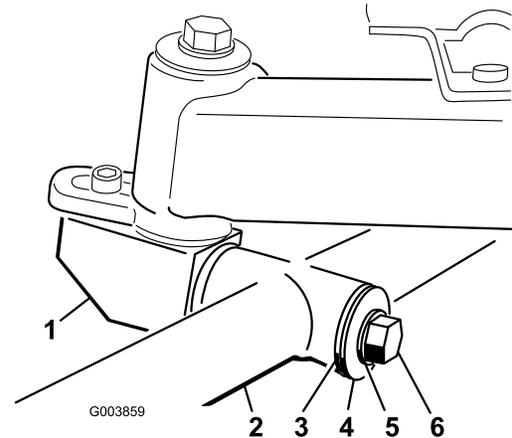

Figura 9
5. Allineate l'albero di montaggio dell'elemento di taglio con il tubo orientabile sul telaio portante. Inserite l'albero nel tubo (Figura 9).
6. Fissate l'albero nel tubo orientabile usando una rondella di spinta, una rondella piana, una rondella elastica ed un bullone (Figura 9).